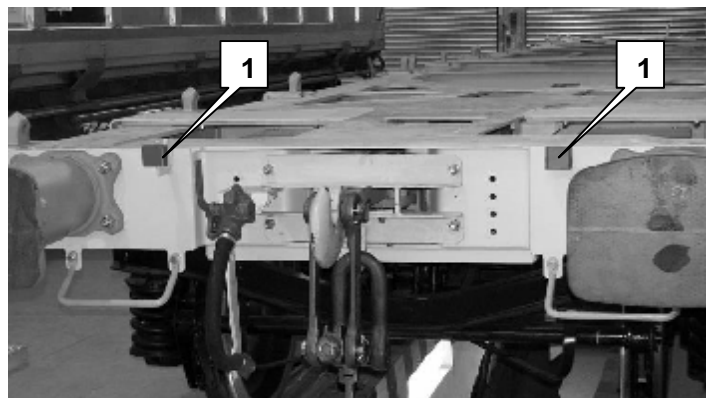

Abb. 8
Zu diesem Zweck ist der Wagen an beiden Stirnseiten mit Signalstützen (1) entsprechend den gültigen TSI WAG- und UIC-Vorschriften (**Abb. 8**) ausgerüstet.